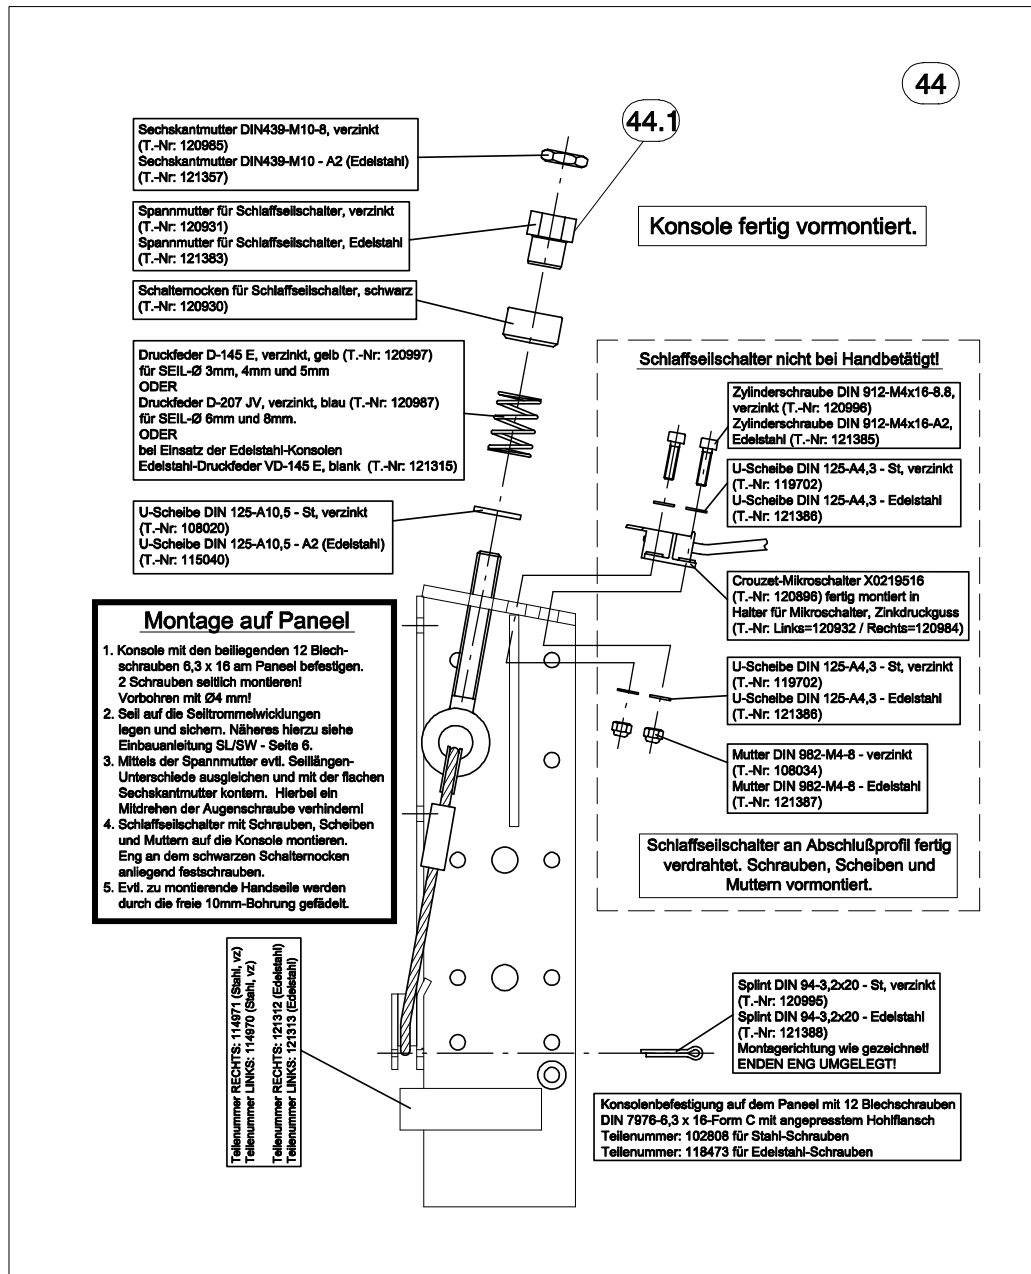

Abb. 18
- Seil (43) mit Schlaffseilschalter (44) nach separater Montageanleitung an Bodenkonsole (26) befestigen (s. Abb.18).
- Seil (43) hinter den Laufrollen (27) nach oben zur den Seiltrommeln (15) führen (ggf. das Seil um die Umlenkrolle (25) legen).
- Seil mit mind. 2 Sicherheitswicklungen auf Seiltrommel (15) legen und durch die Aufnahmebohrungen in die Seiltrommel (15) stecken.
- Seil (43) mittels Klemmschraube sichern und die Restlänge (ca. 25 cm) nach innen um die Antriebswelle (13) wickeln und mit einem Kabelbinder sichern.
- Evtl. Seillängenunterschiede mit Spannmutter (44.1) an Bodenkonsole (26) ausgleichen .